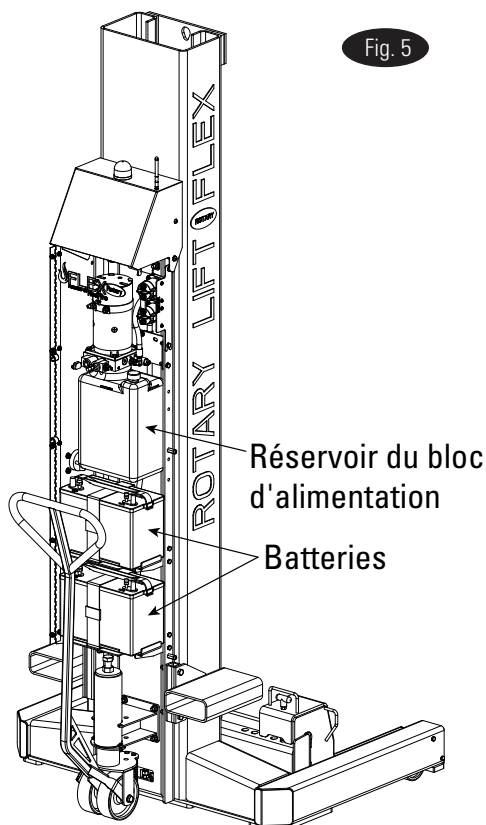

Fig. 5
- Ouvrez le couvercle de l'unité d'alimentation en retirant les 3 vis M8 BHCS (vis à tête creuse). Remplissez le réservoir du bloc d'alimentation avec de l'huile hydraulique ISOVG32, Fig. 5. La capacité du réservoir est d'environ 10 à 12 litres selon le modèle. Remplissez jusqu'à ce que le niveau de liquide atteigne le repère sur le côté du réservoir. Si le niveau de liquide n'est correct, de la vapeur risque de provoquer un blocage. Si vous remplissez jusqu'au repère lorsque la colonne est levée de l'huile s'échappera du bouchon lorsqu'elle est abaissée. **REMARQUE** Voir Purge du vérin de colonne à la page 20.
- Placez deux batteries à l'emplacement illustré, Fig. 5. Les batteries marines à cycle profond sont standard et doivent être utilisées, sauf si l'atelier prévoit de garder la colonne branchée pendant le fonctionnement, dans ces ateliers, des batteries AGM (Advanced Glass Mat) sont recommandées.